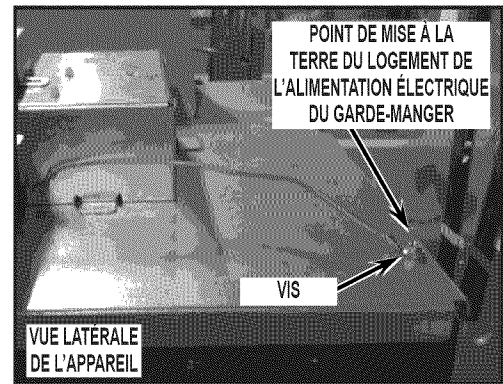

FIGURE 9
11. Retirer la vis du sommet du couvercle du condensateur et s'en servir pour fixer le fil de terre du logement de l'alimentation électrique du garde-manger comme illustré à la *Figure 9*.